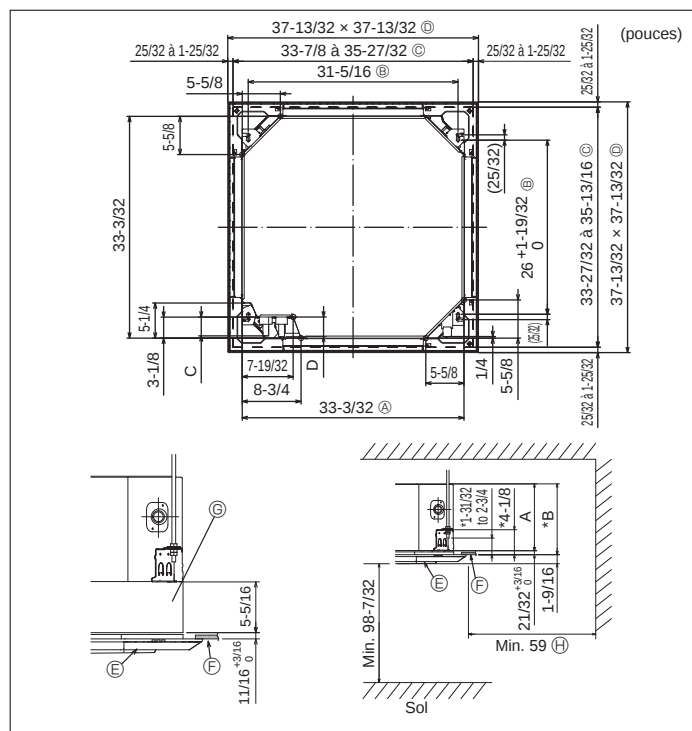

Fig. 2-2
2.2. Ouvertures dans le plafond et emplacement des boulons de suspension (Fig. 2-2)
- * Les dimensions de l'ouverture dans le plafond peuvent être définies au sein de la plage indiquée dans la Fig. 2-2 ; centrer l'appareil principal par rapport à l'ouverture dans le plafond, en veillant à la symétrie de chaque côté par rapport à l'orifice.
- (A) Partie extérieure de l'appareil principal
- (B) Ecartement entre les boulons
- (C) Ouverture dans le plafond
- (D) Partie extérieure de la grille
- (E) Grille
- (F) Plafond
- (G) Boîtier multifonctions (optionnel)